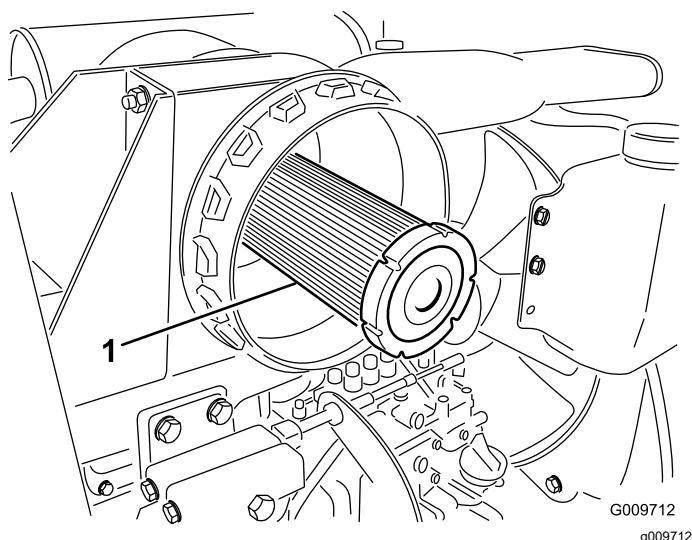

Figure 44
**Important:** N'essayez jamais de nettoyer l'élément de sécurité (Figure 44). Remplacez l'élément filtrant de sécurité une fois sur